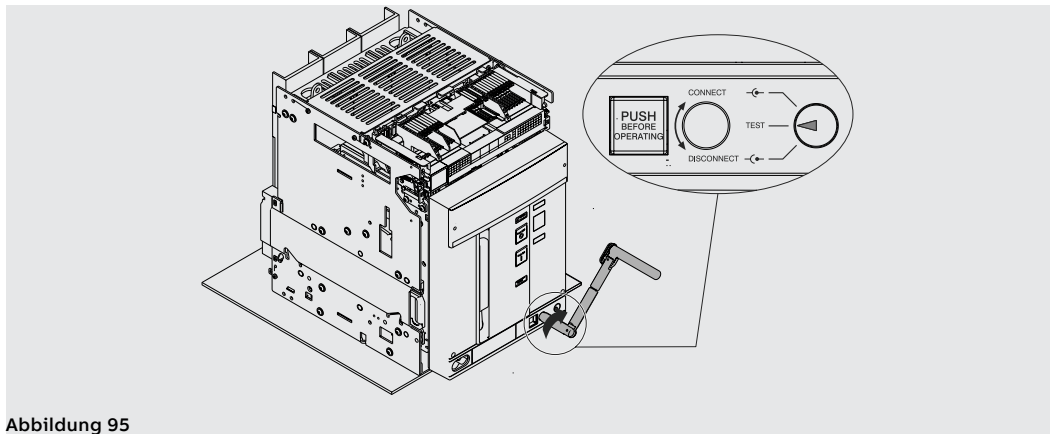

Abbildung 95
10. Die Handkurbel im Uhrzeigersinn drehen, bis die Taste austritt. Die Anzeige meldet nur die Stellung des Leistungsschalters in der Position **TEST**. Siehe Abbildung 95.